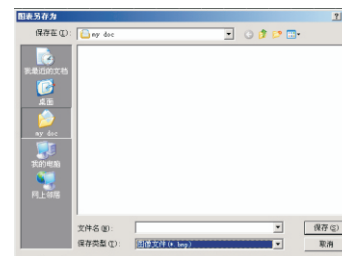

图32
- ①图表另存：将当前曲线描点图表保存为图档文件；（图32）